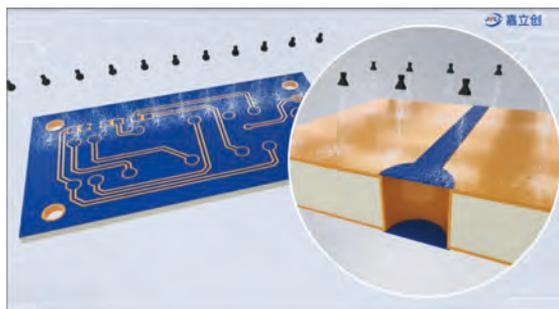

图 4-49 负片显影后（蚀刻前）示意图
(1) 曝光：将沉铜后的覆铜板贴上干膜，利用曝光技术和光固化反应原理，通过激光扫描方式对覆盖在设计所需的线路和过孔上的干膜进行光固化。
(2) 显影：通过显影技术去除未光固化的干膜，露出设计所需线路和过孔以外的铜箔，呈现出与设计线路相反的铜箔图形，即“所见铜箔非所得”，如图 4-49 所示。